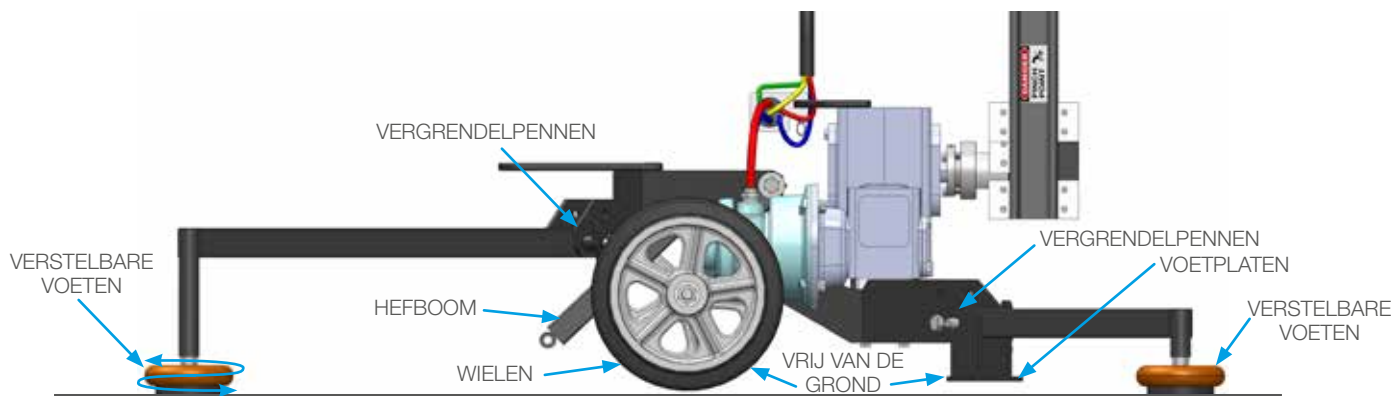

FIGUUR 1
1. Til de hefboom op, gebruik de langere poten als handvat, kantel de Striker naar achteren en rol de eenheid op zijn plaats. Neem de 4 vergrendelpennen dan uit de poten. **(Figuur 1)**.